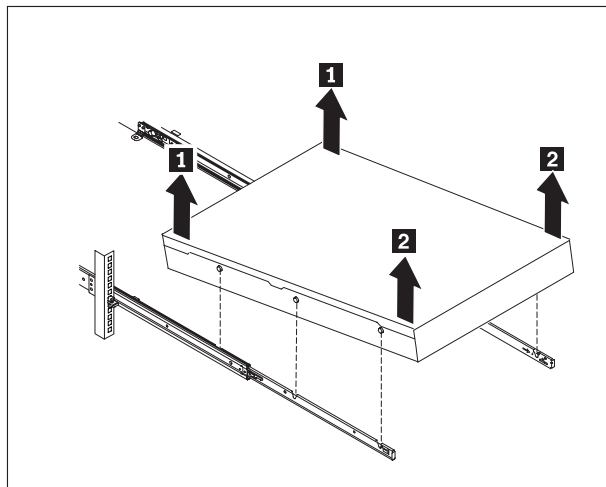

Figura 29. Com treure el dispositiu de les guies
2. Eleveu el dispositiu per treure'l de les guies, tal com es mostra a Figura 29.